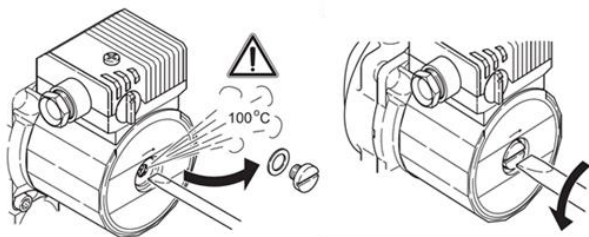

Рисунок 14. Проверка вала насоса
- ✓ Поверните вал двигателя с помощью отвертки по стрелке (см. рис. 14).